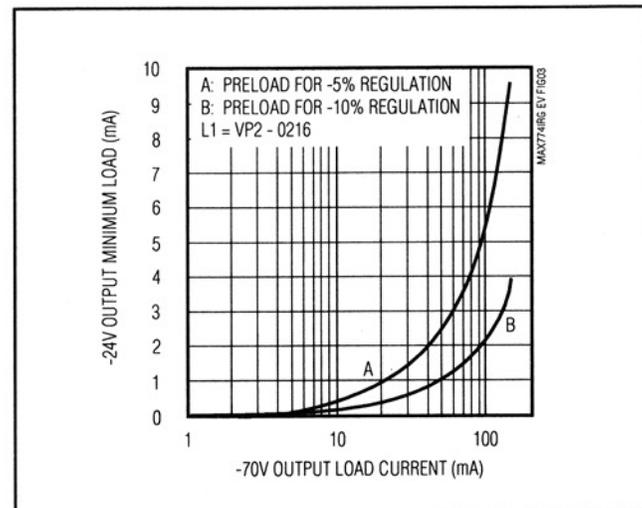
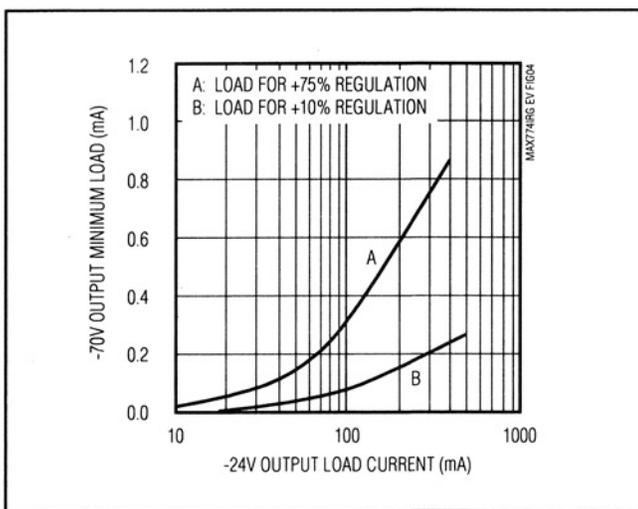

図3. -24V出力プレロード部のクロスレギュレーション(オンフックの場合)
図4. -70V出力プレロード部のクロスレギュレーション(オフバックの場合)
異なるリンガー相当負荷を扱うアプリケーションの性能又は効率を最適化するには、プレロード曲線をガイドランスとして使用してください(図3及び図4)。SLIC ICが電話をリングしている間(オンフックの場合)、
-70V出力の安定化用として-24V出力に必要となる最小プレロードを求めるには、図3の曲線を使用します。例えば、2つの電話負荷では約50mAが必要になります。まず、70V出力の軸から曲線A又はBまで垂直線を辿ります。次に、-24V Output Minimum Load(-24V出力最小負荷)軸上の該当する点まで水平線を辿ります。この場合曲線Aを使用すると、2.5mAになります。抵抗 $R = V/I$ 又は $24V/2.5mA = 9.6k\Omega$ を使用し、この電流で-24V出力をプレロードします。値は、一番近い標準値(9.1k Ω)に切り捨てます。抵抗の電力定格は、 $V^2/R = 24V^2/9.1k\Omega = 63mW$ 以上であることが必要です。
オフフック通信時に-24V出力が重負荷で、-70V出力を維持するのに必要なプレロードを求めるには、図4の曲線を使用します。このプレロードは、AM79R79の保護を目的としたものです。このSLIC ICのVBAT1ピンの動作範囲は-70V、絶対最大定格は-80Vです。プレロードにツェナーダイオードを使用する場合は、不要な電流の消費を防ぐために、ツェナー電圧定格を安定化セットポイント以上に設定してください。